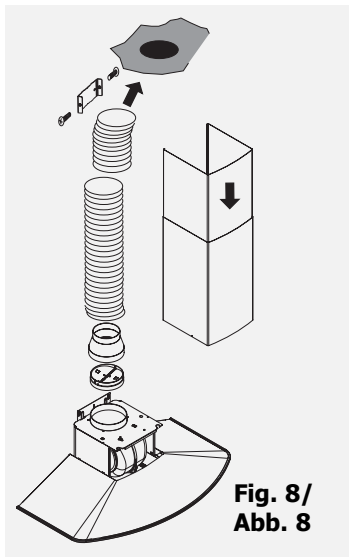

Fig. 8 / Abb. 8
- Em caso de um tubo com 125 mm de diâmetro, utilize o adaptador incluído (**fig. 8/fig. B**).
- Prepare a sua chaminé telescópica tomando cuidado para dissimular os orifícios (**fig. 8**).